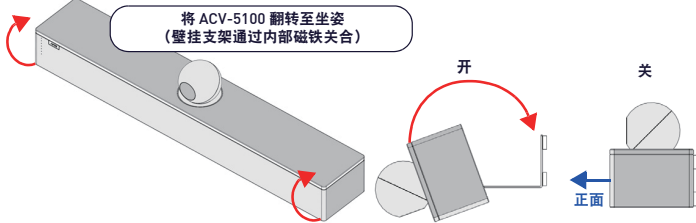

FIG 7. 将 ACV-5100 翻转至坐姿
- 将 ACV-5100 旋转至坐姿。支架将通过内部磁铁固定 (FIG. 7)。
完成接线操作后, 关闭壁挂支架, 将 ACV-5100 翻转至坐姿。壁挂支架通过内部磁铁关合固定 (FIG. 7):